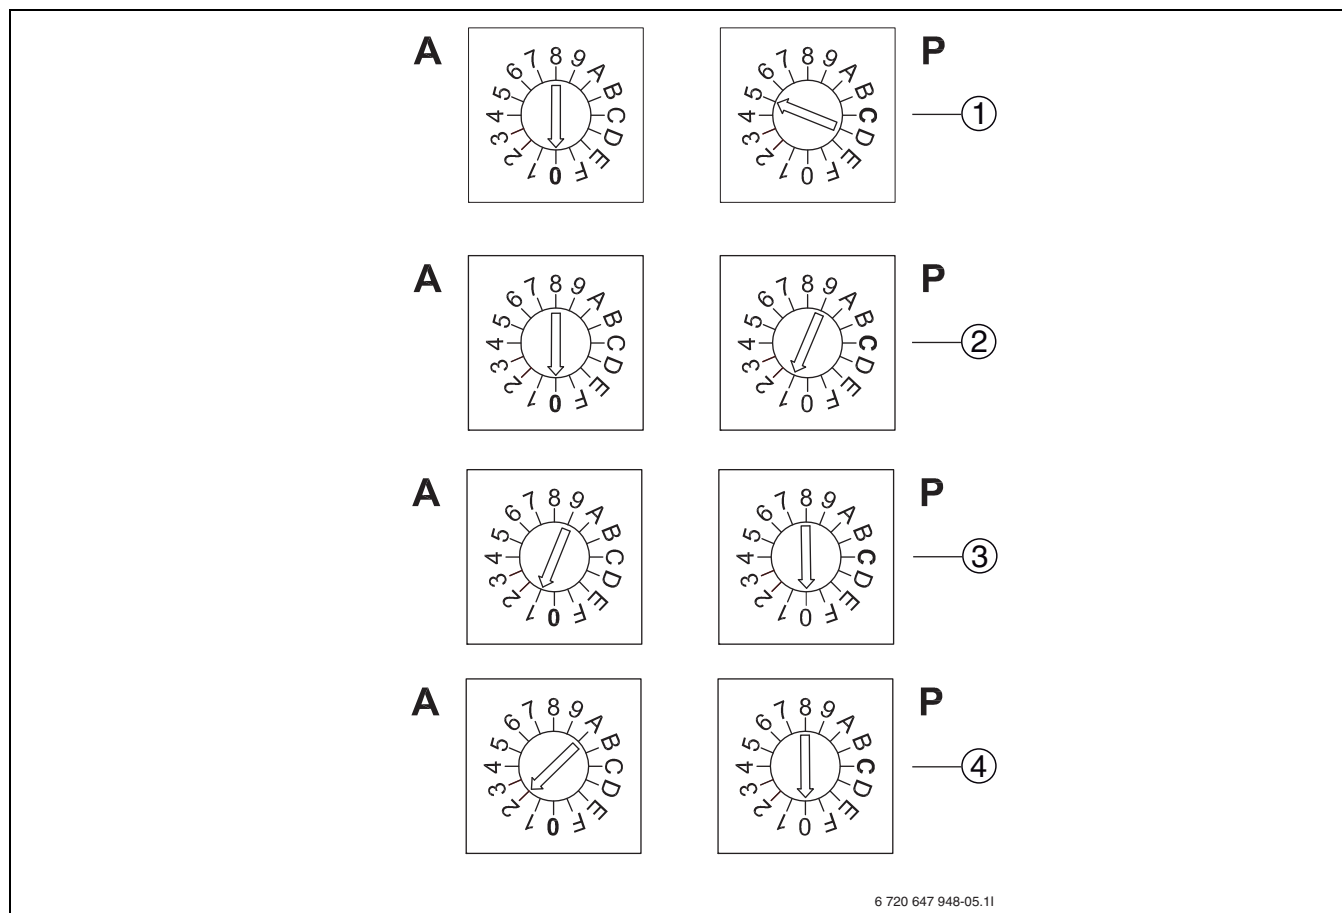

Bild 15 Adress- und Programmauswahl, IOB-B-Karte
- Adresse und Programm auf der IOB-B-Karte im Multimodul entsprechend der gewünschten Funktion einstellen (→ Bild 15).